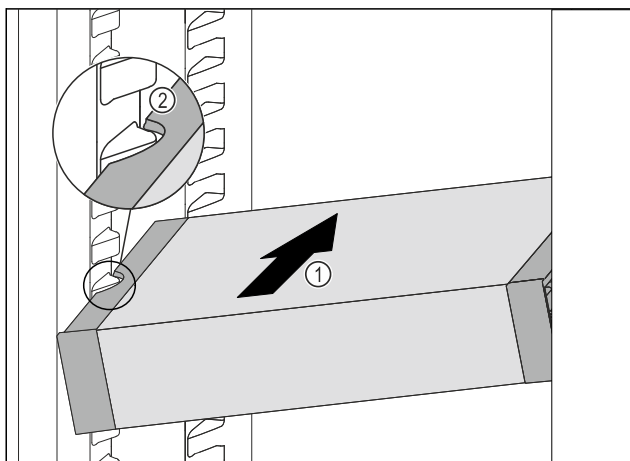

Fig. 89
- Вдвигайте VarioSafe под наклоном в холодильное отделение Fig. 89 (1), пока боковые выемки Fig. 89 (2) VarioSafe не окажутся на высоте выступа резервуара в холодильном отделении.